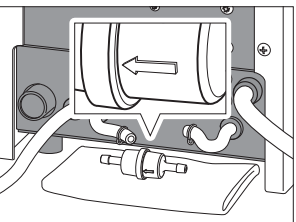

図32
- 6) 新しい給水フィルタを方向を合わせてチューブ端に押し込み装着します。（図32）